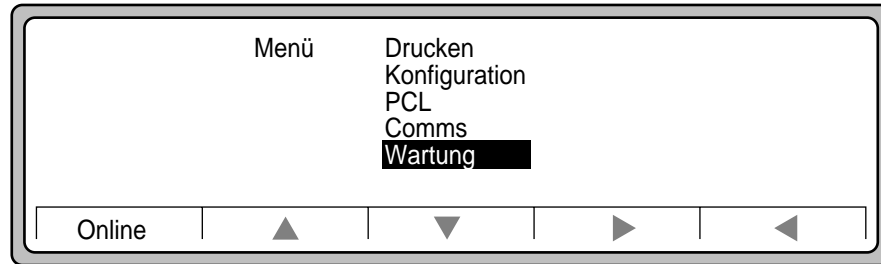

Abbildung 4-9 Wartung
2. Heben Sie mit der Taste ▼ die Option „Wartung“ hervor, wie in Abbildung 4-9 gezeigt.